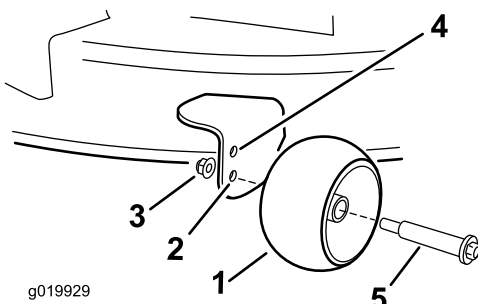

Figura 21
- Taladro superior—utilice esta posición cuando la carcasa de corte está en la posición de altura de corte de 63 mm (2-1/2 pulgadas) o menos (Figura 21).
- Taladro inferior—utilice esta posición cuando la carcasa de corte está en la posición de altura de corte de 76 mm (3 pulgadas) o más (Figura 21).